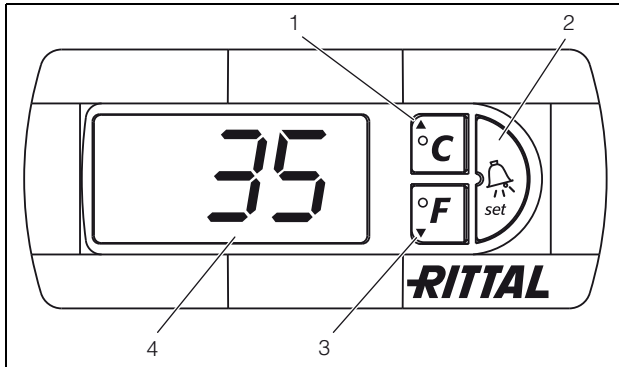

Abb. 15: Comfortcontroller
Der Comfortcontroller verfügt über eine 7-Segment-Anzeige (Abb. 15, Nr. 4, Seite 14). Auf ihr wird nach dem Einschalten der Stromversorgung zunächst für ca. 2 Sek. die aktuelle Softwareversion angezeigt.
Die Programmierung des Gerätes nehmen Sie über die Tasten 1 – 3 (Abb. 15) vor. Die Parameter dazu erscheinen ebenfalls in der Anzeige.
- Drücken Sie gleichzeitig die Tasten 1 und 2 (Abb. 15) für min. 5 Sek.
Mit den Tasten 1, 2 und 3 (Abb. 15) können Sie 24 Parameter innerhalb der vorgegebenen Bereiche (Min.-Wert, Max.-Wert) verändern.